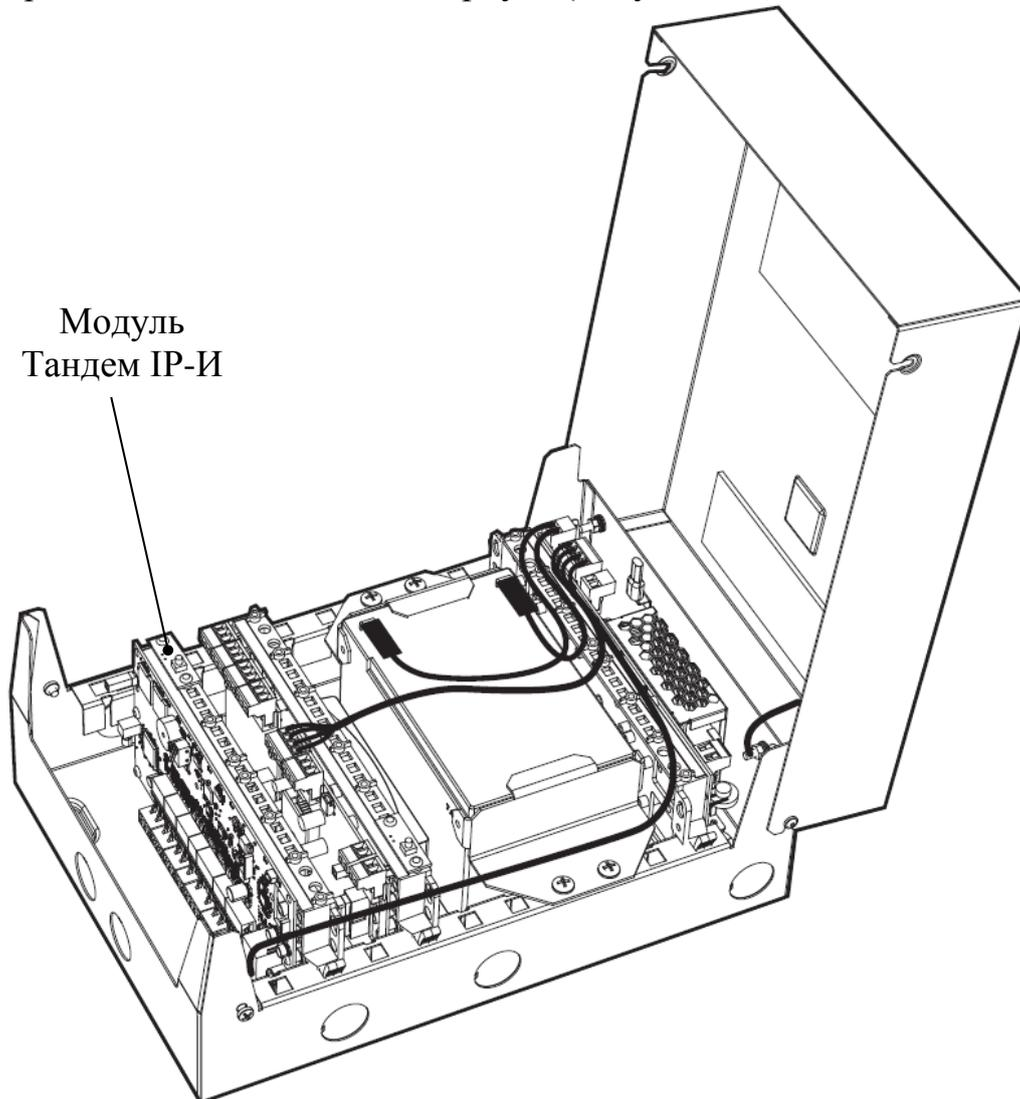

Рисунок 5.2
5.8.3 Установить пластиковый держатель с установленной платой прибора по направляющим в основание корпуса (Рисунок 5.2).